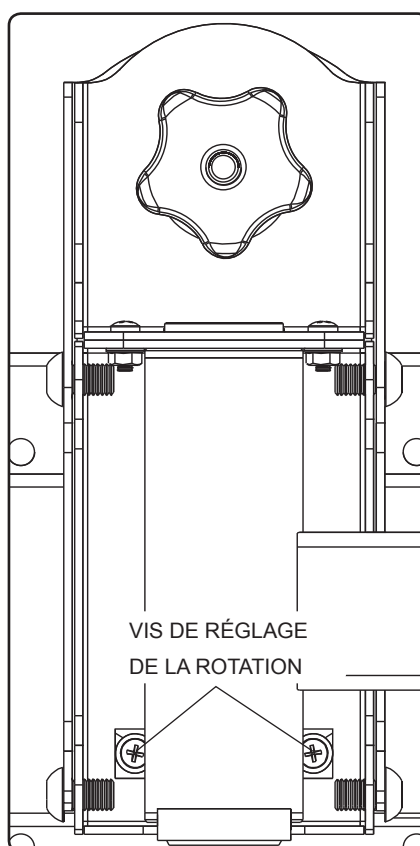

fig. 9.1
- 9 Selon les dimensions et le poids de l'écran plasma, le support mural articulé peut s'incliner dans différents angles, ce qui peut donner l'impression qu'il penche de côté dans certaines positions. Le support inclinable et rotatif (B) permet de régler manuellement l'écran plasma afin qu'il soit à l'horizontale dans toutes les positions. Réglez l'écran plasma en le faisant doucement pivoter manuellement dans la position souhaitée.
- 9-1 S'il est trop difficile de régler la rotation de l'écran, desserrez les vis comme illustré à la figure 9.1 à l'aide d'un tournevis Phillips.